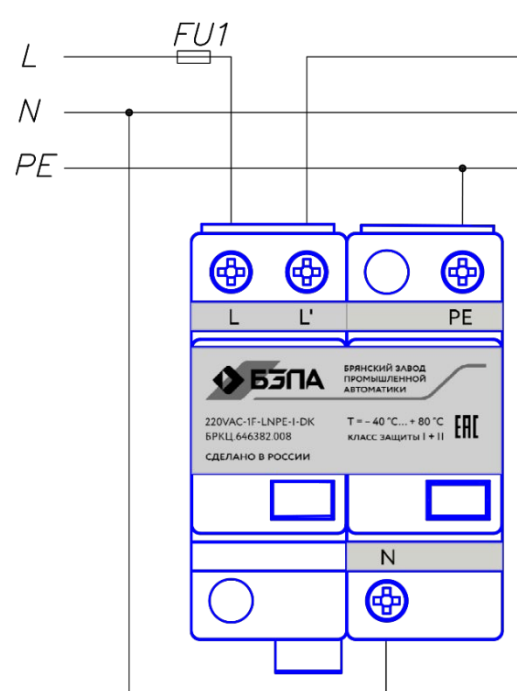

Рисунок 4 - Подключение УЗИП по схеме «V»
1.5.4 Подключение УЗИП по схеме «V» показано на рис. 4. Защитные предохранители FU1 устанавливаются на вводе в электроустановку, их номинал 63 А gG.